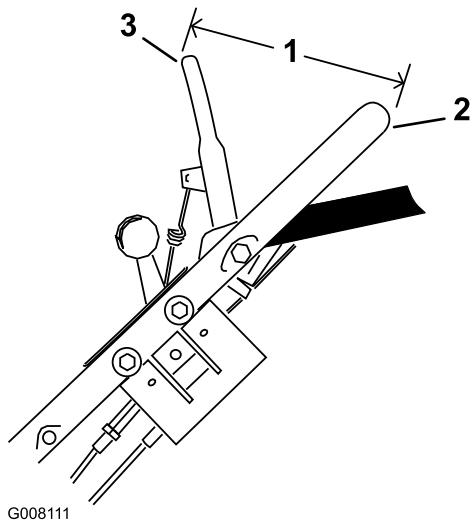

Bild 30
6. Halten Sie den Schaltbügel so, dass die **Außenseite** des Bügels 14 cm von der **Außenseite** des Griffes entfernt ist, und ziehen Sie am Zug, um das Spiel zu entfernen. Die Feder sollte jedoch nicht gespannt sein (Bild 30).